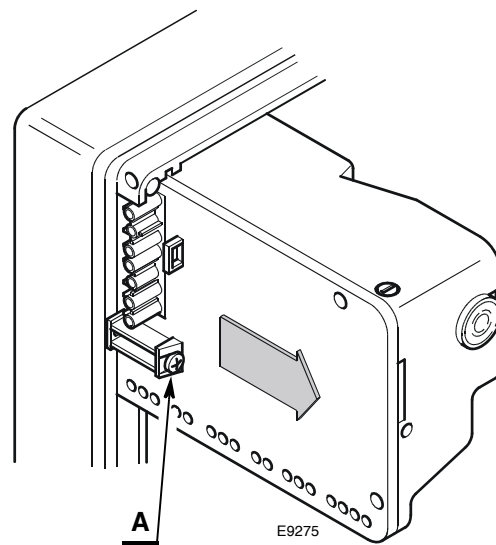

Fig. 15
- svitare la vite **A** (Fig. 15) e tirare l'apparecchiatura nel senso della freccia.